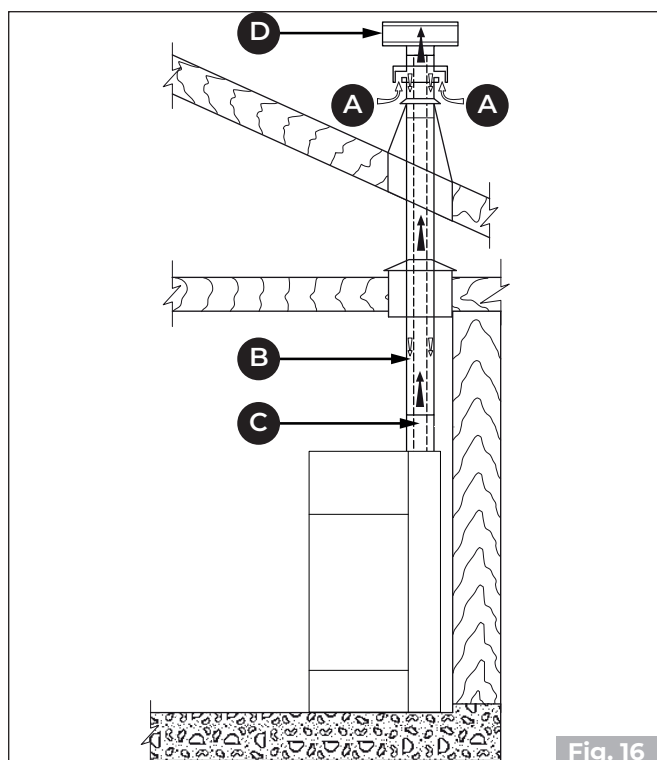
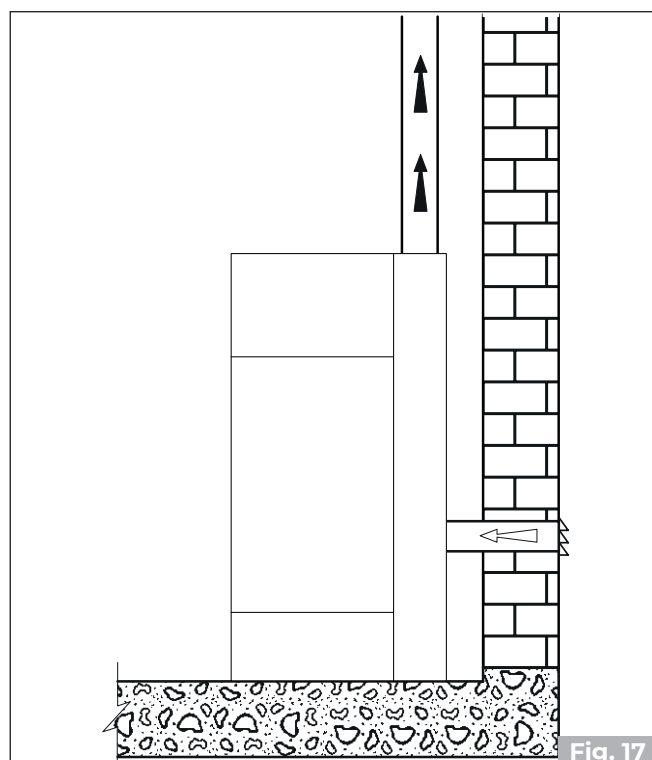
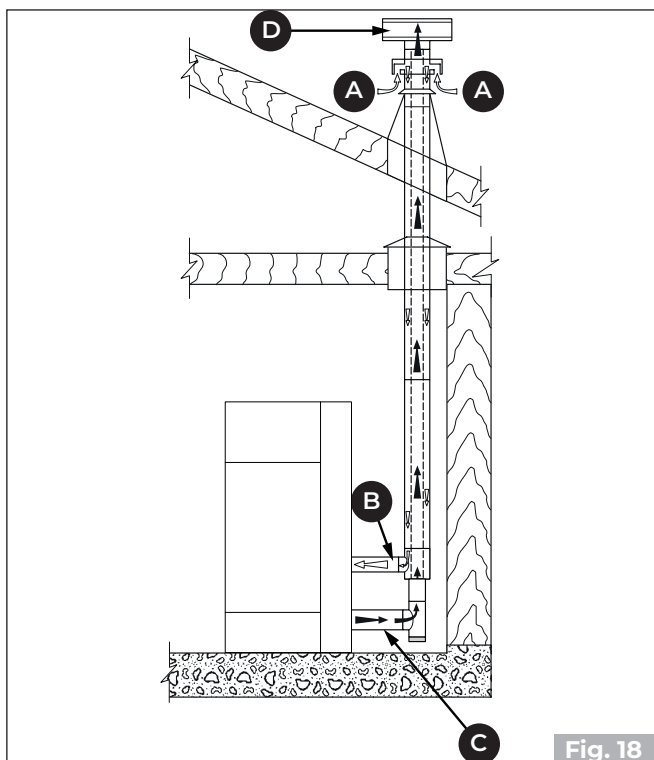
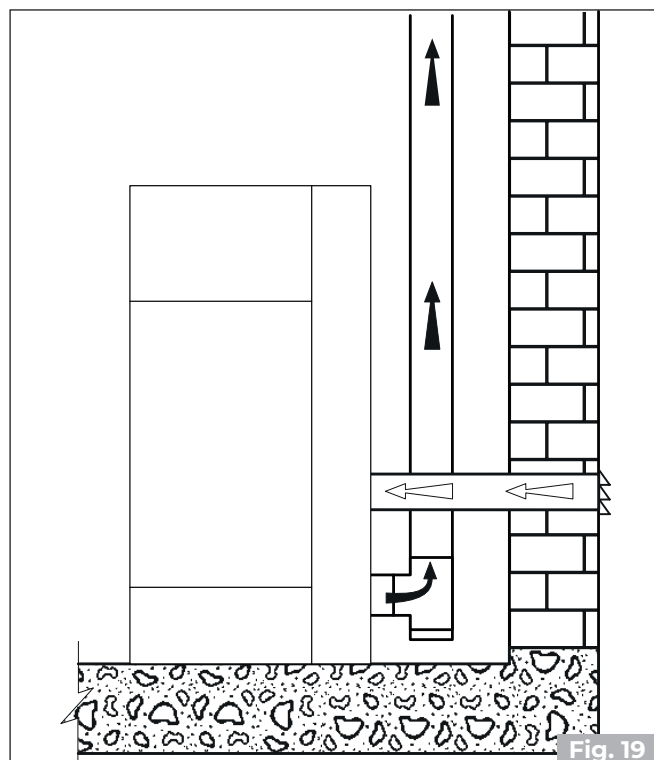

Fig. 16
Fig. 17
Fig. 18
Fig. 19
- il peut provenir directement de l'extérieur à travers un raccordement direct à la chambre de combustion (**Fig. 16 - Fig. 17**).
- canaliser l'air de combustion en utilisant un tube d'échappement coaxial pour l'expulsion des fumées et le prélèvement de l'air (**Fig. 16 - Fig. 18 - A, B = Arrivée d'air, C, D = Évacuation des fumées**) ; il n'est donc pas nécessaire de faire une prise d'arrivée d'air classique dans la pièce.
- relier l'entrée d'air de combustion de l'appareil à la prise d'air avec un conduit approprié (**Fig. 17 - Fig. 19**).